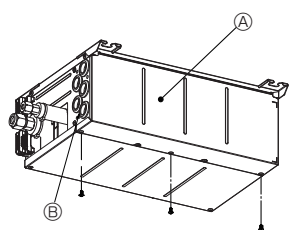

Fig. 8-1
1. Выньте винты из крышки. (Fig. 8-1)